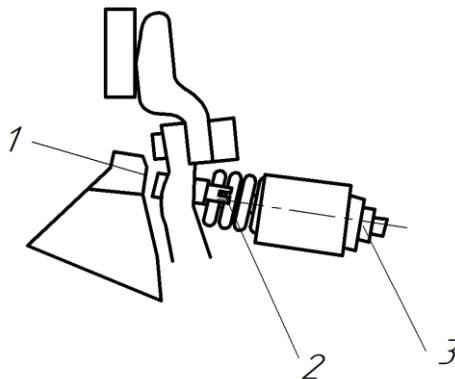

Рисунок 4. Регулировка и замер провала контактов
3.2.4. Величина зазора, контролирующего провал, измеряется щупом (см. рисунок 4). Щуп устанавливается в зазор (1), между основанием и подвижным контактом. Желательно, чтобы величины провалов контактов были наибольшими (см. таблицу 5).
3.2.5. Регулировка провала и одновременность касания контактов осуществляется регулировочным винтом (2) рисунок 4. Установив нужный зазор и убедившись в отсутствии перекоса подвижного контакта, регулировочные винты контролируются.
3.2.8. Если нажатие не соответствует табличному, то вращением регулировочной гайки изменяется натяжка контактной пружины (3) рисунок 4. После установки требуемого нажатия регулировочные гайки контролируются.